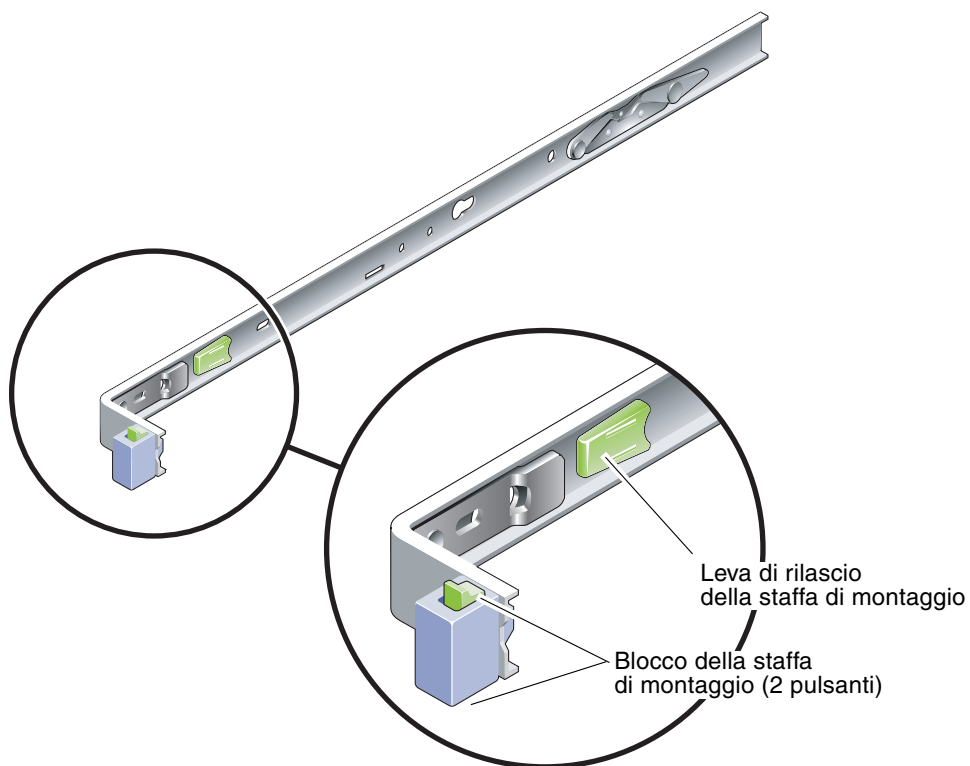

FIGURA 1-3 Blocchi della staffa di montaggio
- Sono presenti due blocchi su ciascuna staffa di montaggio del server (FIGURA 1-3). Il blocco consente l'estrazione della staffa di montaggio. La leva di rilascio della staffa di montaggio consente di rimuoverla dalla guida. Questa leva viene utilizzata anche quando si reinserisce la staffa di montaggio nella guida.